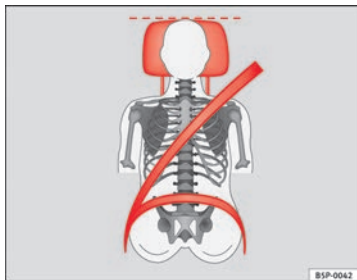
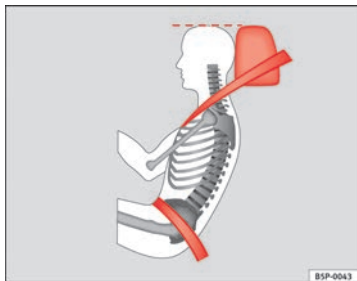

Abb. 3 Richtig eingestellte Kopfstütze von vorne betrachtet
Abb. 4 Richtig eingestellte Kopfstütze von der Seite betrachtet
- Stellen Sie die Kopfstützen so ein, dass sich die Oberkante der Kopfstütze möglichst auf einer Linie mit dem oberen Teil Ihres Kopfes, aber mindestens auf Augenhöhe befindet ⇒ Abb. 3 und ⇒ Abb. 4.